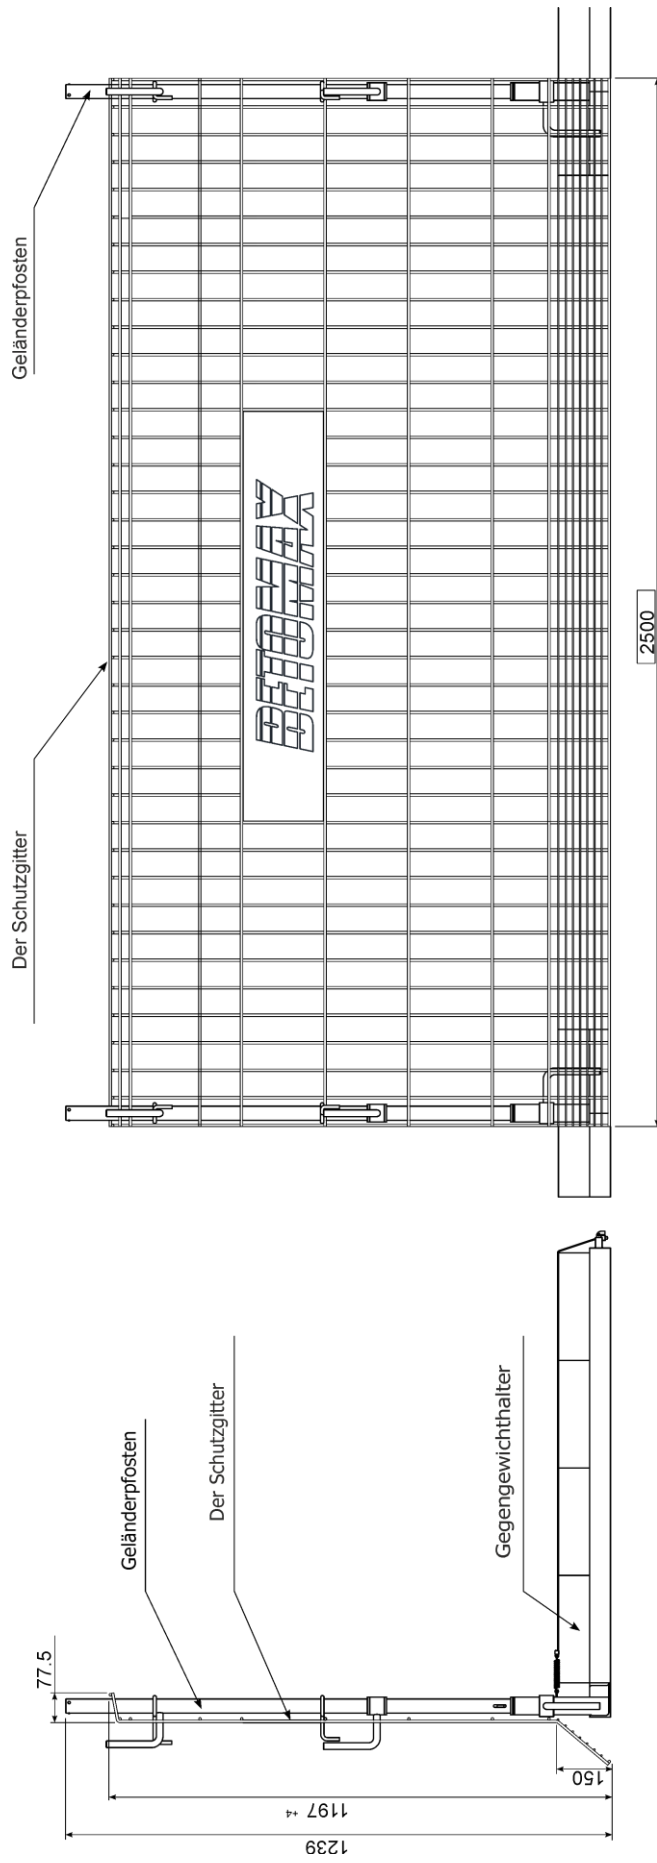

Abb. 68 Montage des Schutzgitters 2500
2.26 Montage des Schutzgitters 2500 (Abb. 68)